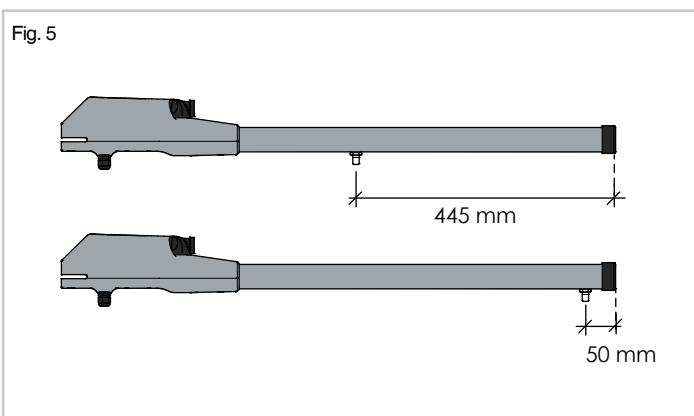

Fig. 5
**Con anta aperta** la distanza tra il perno di trascinamento e la parte anteriore del pistone dovrà essere al massimo di 450 mm per il Ace 4 TA. (Fig. 5)